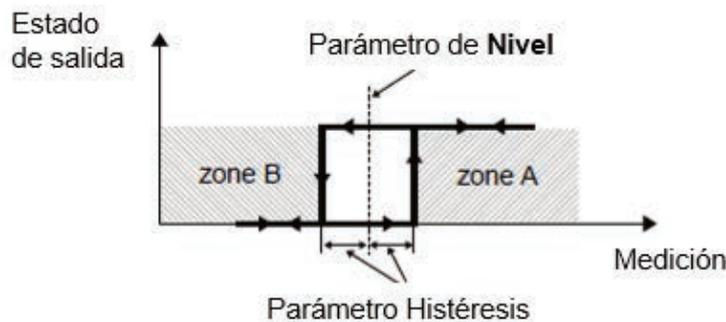
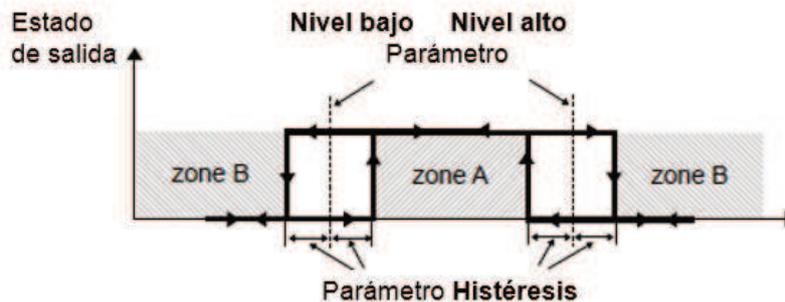
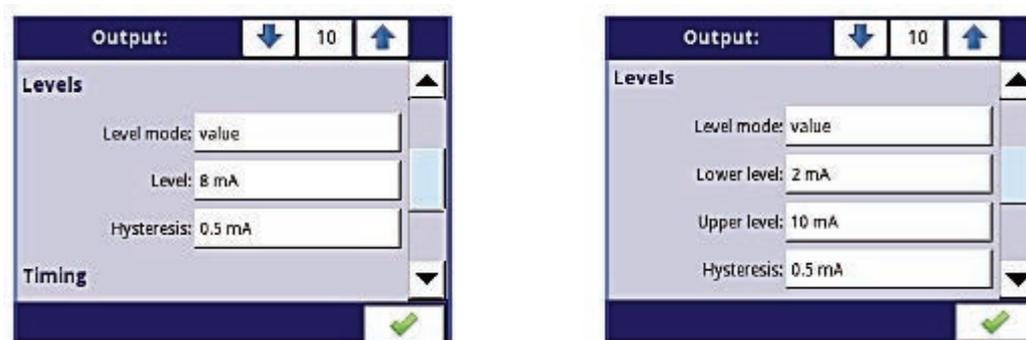

Fig. 7.87. Un control de umbral de las salidas de relé
Fig. 7.88. Dos umbrales de control de las salidas de relé
Fig. 7.89. Configuración de **niveles** para **Modo: por encima y por debajo del nivel** (izquierda) y **dentro del rango y fuera del rango** (derecha)
- **Modo**: este parámetro permite al usuario seleccionar el método de operación de la salida, el parámetro **Modo** tiene las siguientes opciones (ver Fig. 7.87 y Fig. 7.88):
Bloque de parámetros de niveles (ver Fig. 7.87, Fig. 7.88 y Fig. 7.89)
- **Histéresis:** al definir este parámetro, el usuario puede mover el nivel para los cambios en el estado de salida (ver Fig. 7.87 y Fig. 7.88),